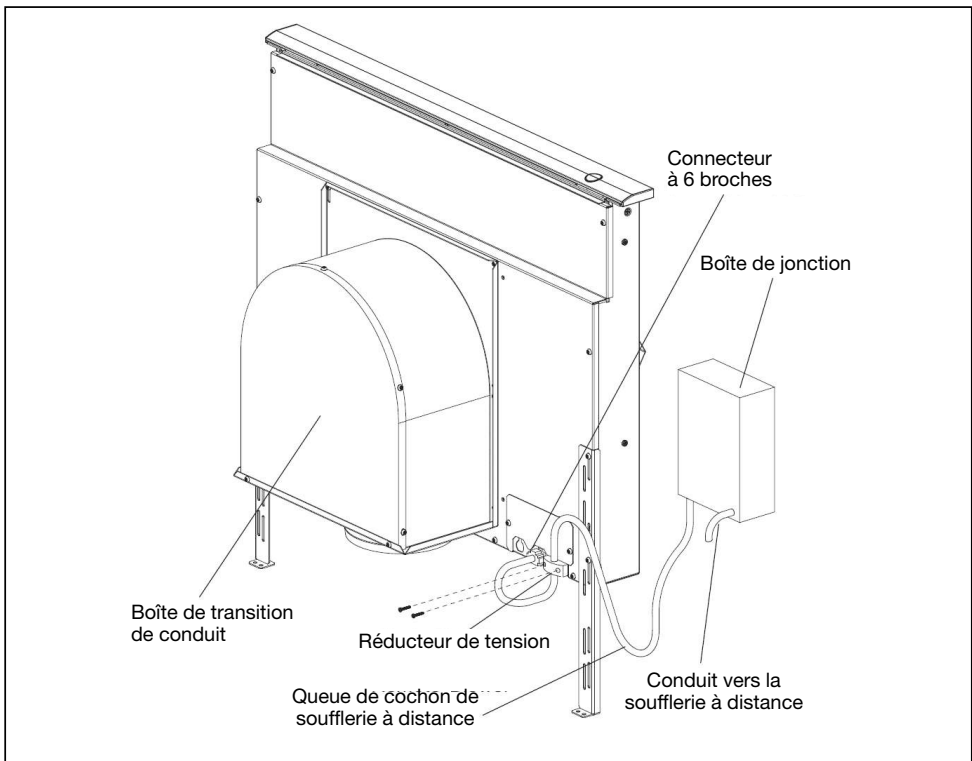

Fig. 10 – Soufflerie à distance
Soufflerie à distance ou en conduite (voir figures 10 et 11 pour plus de détails) :
- A. Retirer le couvercle de la boîte de jonction et brancher le conduit avec 5 fils depuis la soufflerie à distance. Brancher les fils selon le diagramme de câblage, figure 10 Remettre le couvercle de la boîte de jonction.